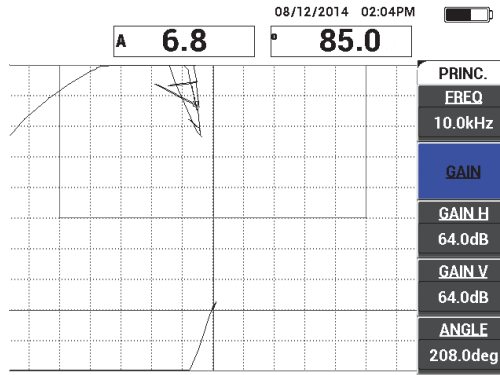

Figure 6-67 Ajustement du gain du point du signal de l'air
3. Au besoin, appuyez sur la touche **GAIN (dB)** et réglez le **GAIN** pour garder le point du signal de l'air à l'écran (voir la Figure 6-67 à la page 187).